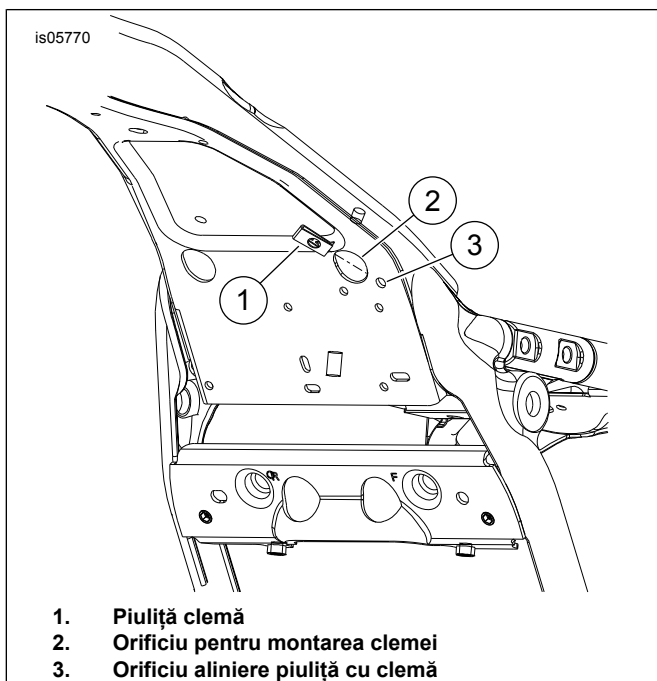

Figura 2. Instalare piuliță cu clemă
1. Figura 2 Instalați piulița de prindere (1) în orificiul de montare (2). Aliniați gaura piuliței cu orificiul de aliniere (3). Urmăți instrucțiunile incluse în kitul deflector de aer de la jumătatea cadrului pentru a instala cele patru piulițe "speciale" cu auto-nitire.